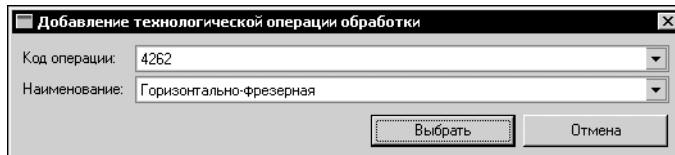

Рис. 21.33. Добавление технологической операции
2. В открывшемся окне **Добавление технологической операции обработки** (рис. 21.33) выберите код и наименование операции из соответствующих раскрывающихся списков.
3. Нажмите кнопку **Выбрать** (рис. 21.33).